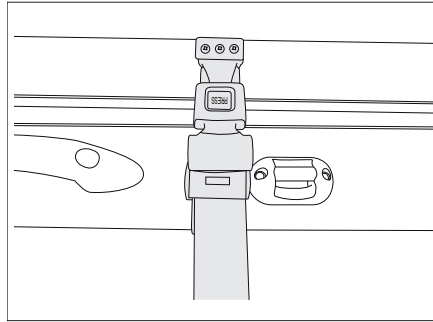

Bild 153 Säkerhetsrem höjbar säng, manuell
- Lossa säkerhetsremmen (Bild 153).
- Fäst säkerhetsremmen (Bild 153).